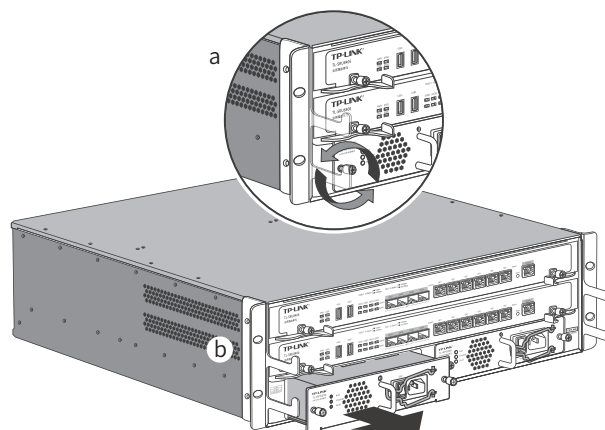

图4-3 拆卸电源模块示意图
4. 拆卸电源模块。拧松电源模块上两侧的松不脱螺钉, 将电源模块沿着插槽的导轨轻轻拉出, 直到完全脱离插槽为止。如图4-3所示。